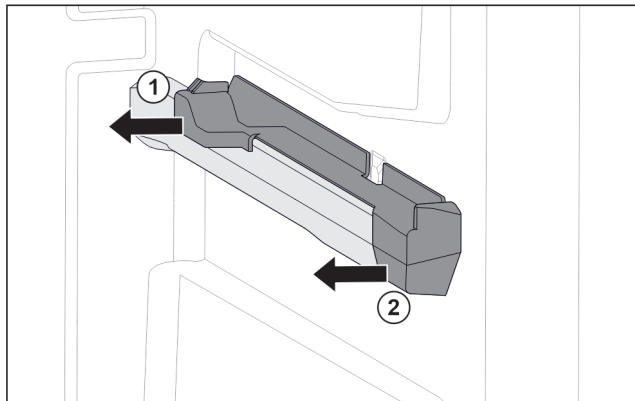

Fig. 114 Element nasadzany na prawym żebrze pojemnika
- ▶ Odciągnąć element nasadzany z tyłu w bok. Fig. 114 (1)
- ▶ Odciągnąć element nasadzany z przodu w bok. Fig. 114 (2)